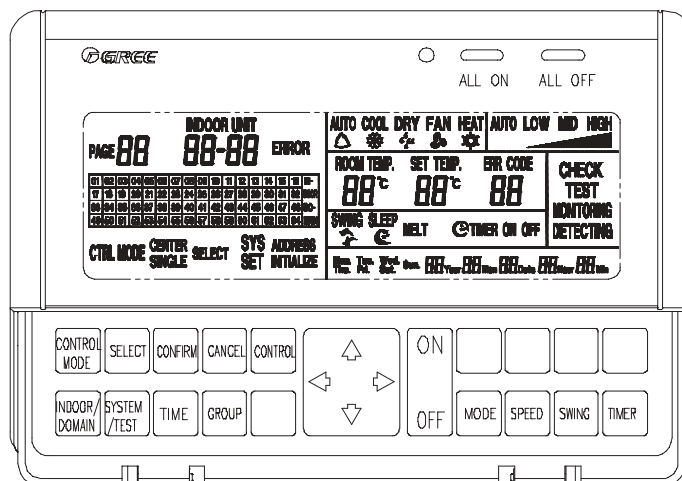

Рис. 7.5
7.4.5 Проводной центральный пульт CE51-24/E(M) (рис. 7.5).